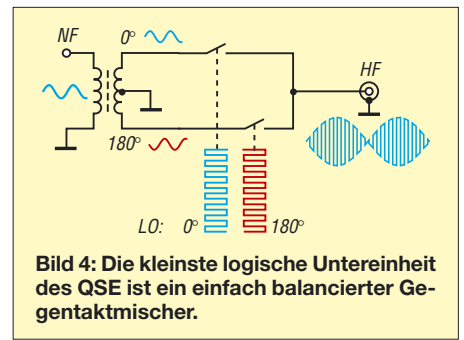
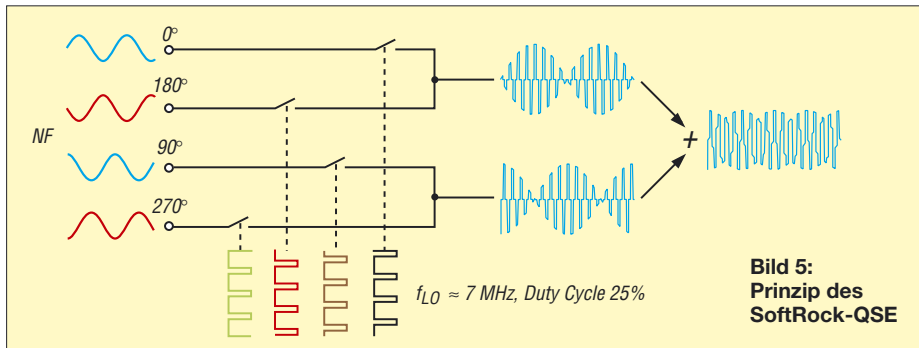

Bild 4: Die kleinste logische Untereinheit des QSE ist ein einfach balancierter Gegentaktmischer.
Bild 5:
Um den QSE zu verstehen, muss man ihn in Teilblöcke zerlegen und analysieren. Die kleinste logische Einheit aus zwei Schaltern kann man als einfach balancierten Gegentaktmischer auffassen (Bild 4). Bei diesem wird abwechselnd ein Eingangssignal (NF-Signal) und dessen invertierte Variante im Takt eines Lokaloszillators (LO) an den HF-Ausgang geschaltet. Faktisch wird dabei das Eingangssignal mit dem LO-Signal multipliziert. Es entsteht am Ausgang (abgesehen von Oberwellen aufgrund der steilen Schaltflanken) ein Zweiseitenbandsignal (= DSB-Signal) mit den Frequenzen LO-NF und LO+NF.
Im QSE taucht dieser Schaltungsblock insgesamt viermal auf. Für die Funktion des QSE reichen bereits zwei dieser Blöcke aus. Statt mit Übertragern werden beim QSE die phasenverschobenen Varianten der NF wie oben beschrieben mit den Operationsverstärkern U1 und U2 erzeugt. Das Zusammenspiel der beiden aus einer Schalter-Vierergruppe aufgebauten Gegentaktmischer im QSE geht aus Bild 5 hervor. In der oberen Hälfte von Bild 5 findet man den Gegentaktmischer aus Bild 4 wieder. Im QSE wird er allerdings nicht mit LO-Signalen mit 50 % Tastverhältnis, sondern nur mit 25 % Tastverhältnis angesteuert. Er erzeugt gemäß Bild 5 ein DSB-Signal.
In der unteren Hälfte von Bild 5 findet man denselben Gegentaktmischer noch einmal, allerdings sind seine NF- und LO-Steuersignale gegenüber denen der oberen Hälfte um jeweils 90° phasenverschoben. Auch er erzeugt ein DSB-Signal, allerdings ein phasenverschobenes.